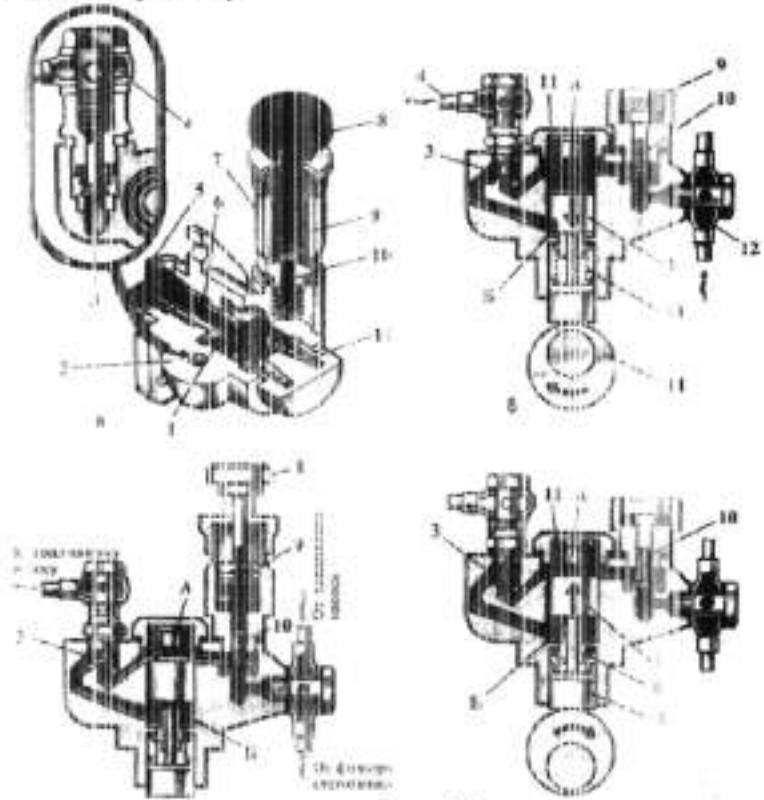

Рис. 8.6.
4. Укажите позиции рис. 8.6. Объясните работу.